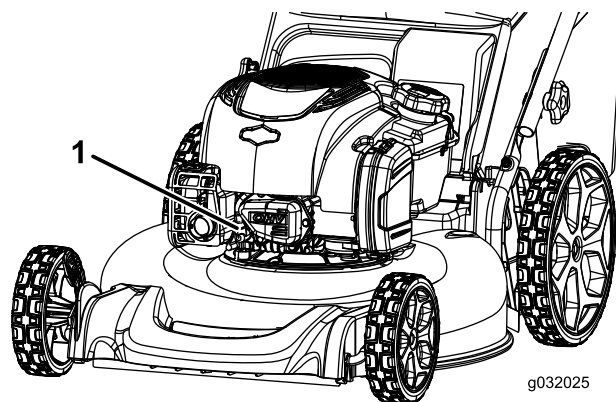

Figura 18
2. Scollegate il cappellotto dalla candela (Figura 18).